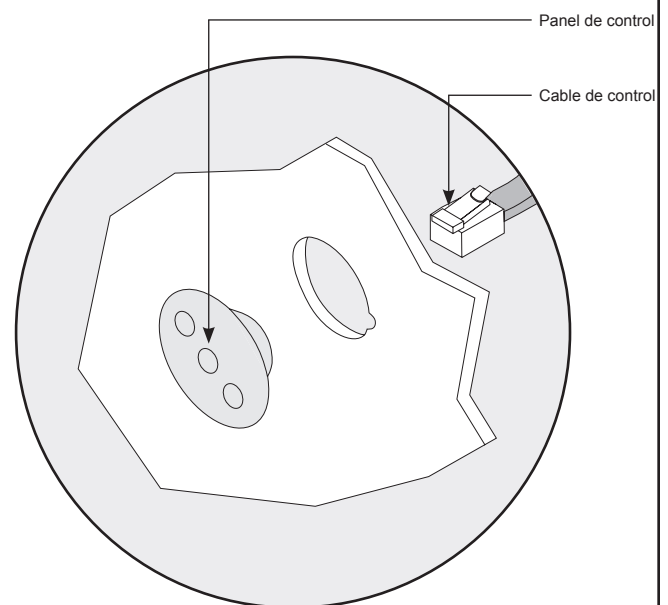

Figura 5 - Ajuste del cable de control
- 10 Ajuste el cable de control desde la caja de control (Figura 5).